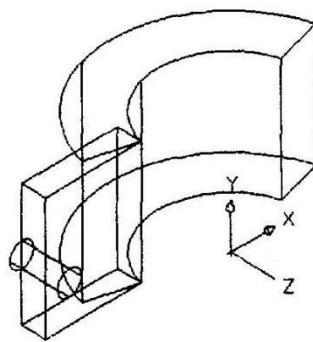

图 11-39 移动孔圆柱体
12、按 Enter 键，效果如图 11-39 所示。单击【复制对象】按钮 ，命令行提示如下。
选择对象: 找到 1 个 //选择图 11-39 所示的孔圆柱体